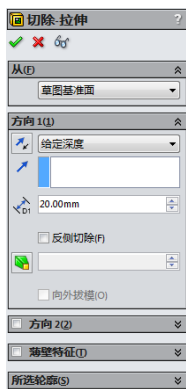

图 3-170 “切除-拉伸”属性管理器
**15** 切除拉伸实体。在菜单栏中选择“插入”→“切除”→“拉伸”命令,此时系统弹出如图3-170所示的“切除-拉伸”属性管理器。按照图示进行设置,注意调整切除拉伸的